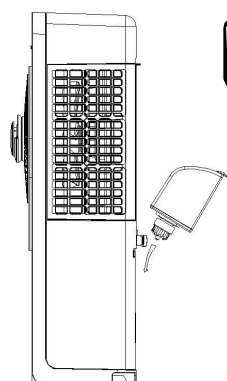

Figura 1
- Llena el depósito de agua y luego pon el depósito. Asegúrate de que el depósito esté bien asegurado (Figura 1).